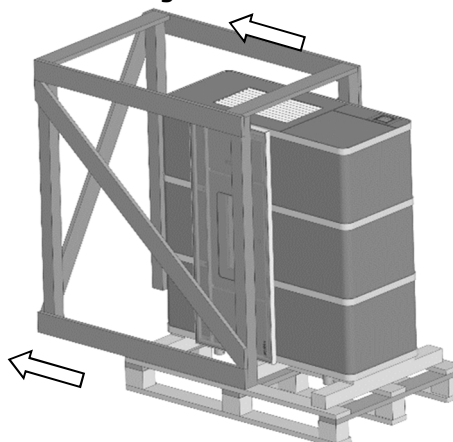

Abb. 5: Verschlag entfernen
4. Nun kann der Verschlag von der Palette gezogen werden (Abb. 5).